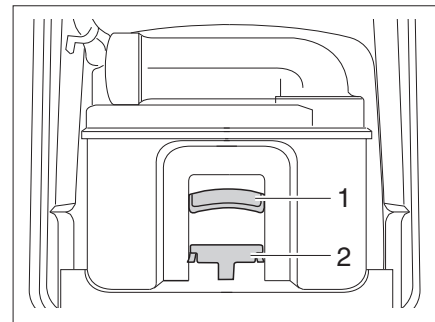

Bild 146 Thetford-kassett
- Dra hållbygeln (Bild 146,2) framåt för att låsa upp toalett-kassetten och dra ut kassetten i handtaget (Bild 146,1).